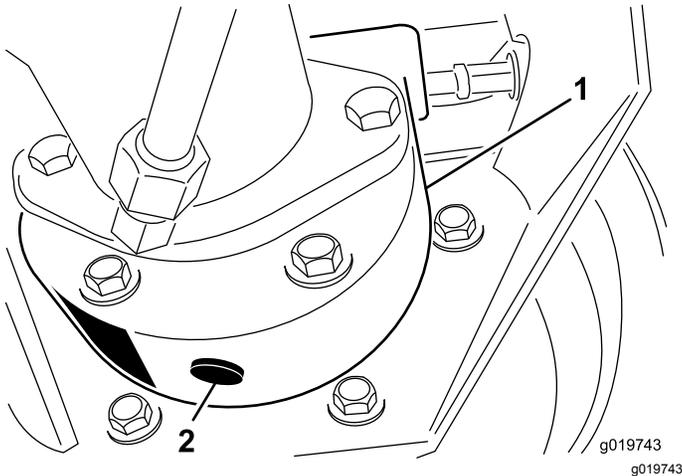

Bild 73
3. Stellen Sie eine Auffangwanne unter das Bremsgehäuse, entfernen Sie die Ablassschraube und lassen das Öl ablaufen (Bild 73).